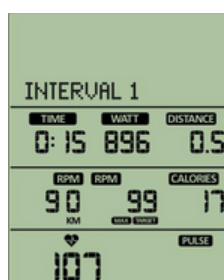

Figura 52
- La ventana izquierda de RPM mostrará el valor actual de RPM (Figura 52).